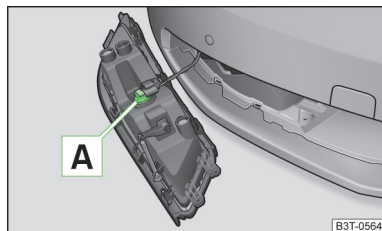

Fig. 206
- Girar el portalámparas **A** » fig. 206 hasta la tope en el **sentido contrario** al de las agujas del reloj y retirar.